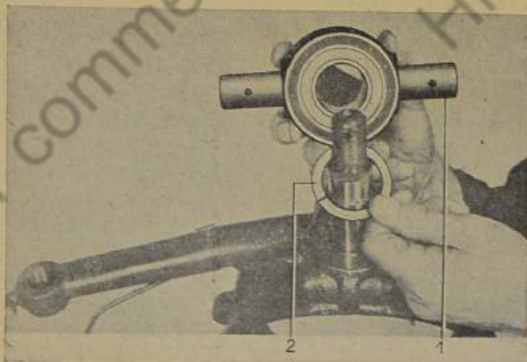

Bild 690: Lagerzapfen abheben
4. Lagerzapfen vom Achsbolzen abheben (Bild 690).